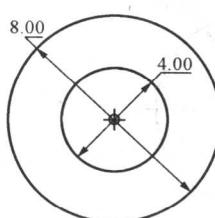

图 1-21 绘制同心圆
(1) 单击 **◎** 按钮，然后选择一个圆或圆弧以确定圆心。
(2) 移动鼠标，调整圆的半径，在合适的位置单击鼠标确定圆的大小，如图 1-21 所示。